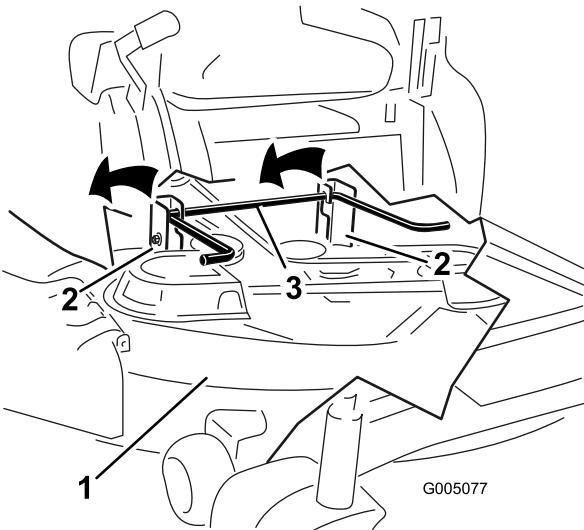

Figura 44
- Alzate il tosaerba e i supporti di sostegno dall'asta di sollevamento posteriore e abbassate con cautela il tosaerba al suolo (Figura 44).
- Alzate la parte posteriore del piatto di taglio e guidate i supporti di sospensione lungo l'asta di sollevamento posteriore (Figura 44).